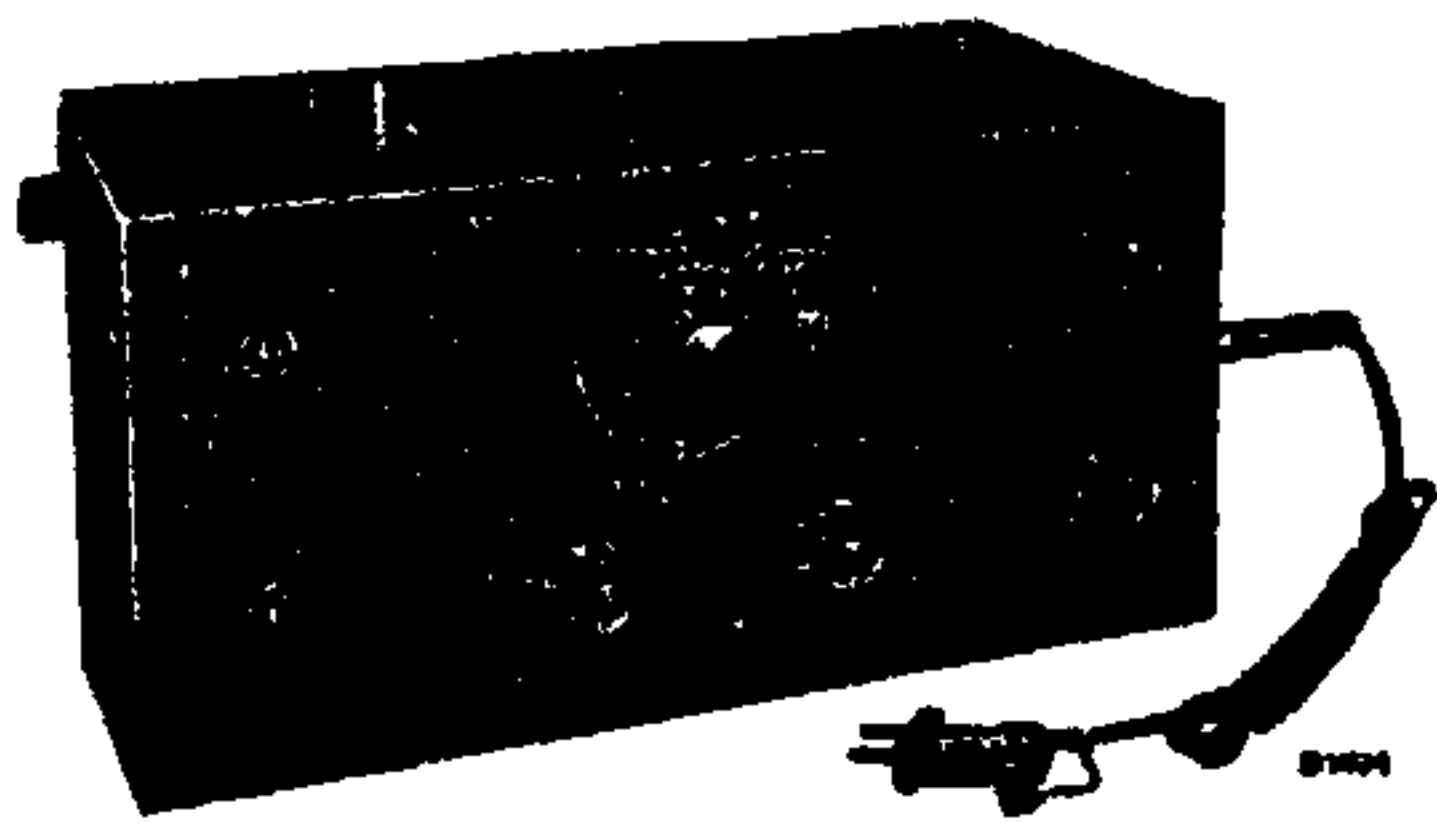

Fig. 4
1. Een service-oscillator (G.M. 2880, fig. 4), een kunstantenne voor 200—3000 m. (200  $\mu\mu\text{F}$ , 25  $\mu\text{H}$  en 20 Ohm) en een kunstantenne voor 14—200 M. (400 Ohm).